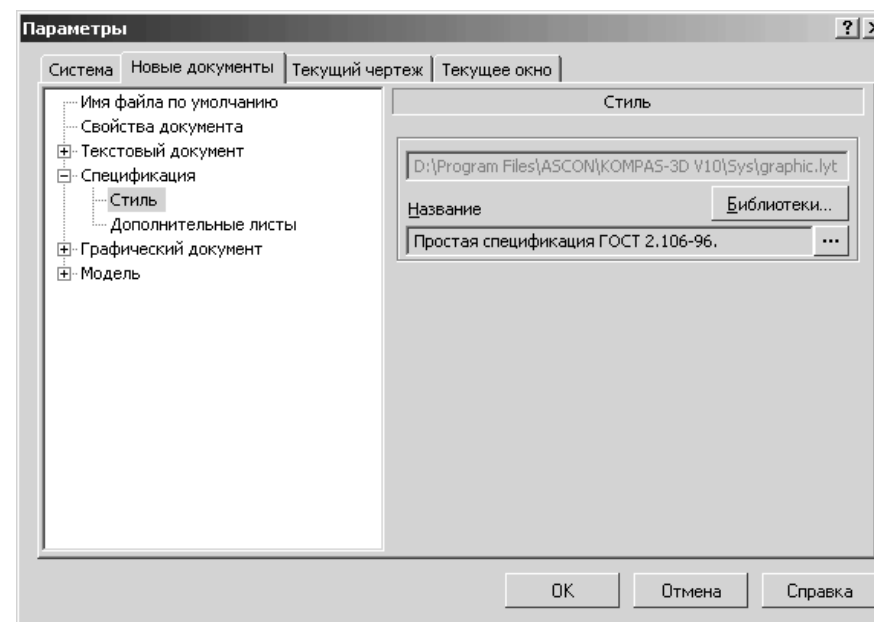

Рис. 10.16. Диалоговое окно **Параметры** с открытой вкладкой **Новые документы** и панелью **Стиль**
- щелкните в дереве документов по значку **+**, стоящему перед пунктом **Спецификация**, если этот пункт не раскрыт, а затем по пункту **Стиль**. В правой части появится панель **Стиль**, показанная на рис. 10.16;